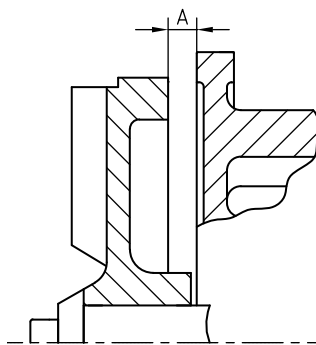

Figura 18: Reglajul rotorului FREM.
- 2 Reglați rotorul la dimensiunea **A** dintre spatele rotorului și capacul intermediar. A se vedea figura 18 și Tabelul 7 de mai jos. Utilizați de preferință 2 rigle gradate.